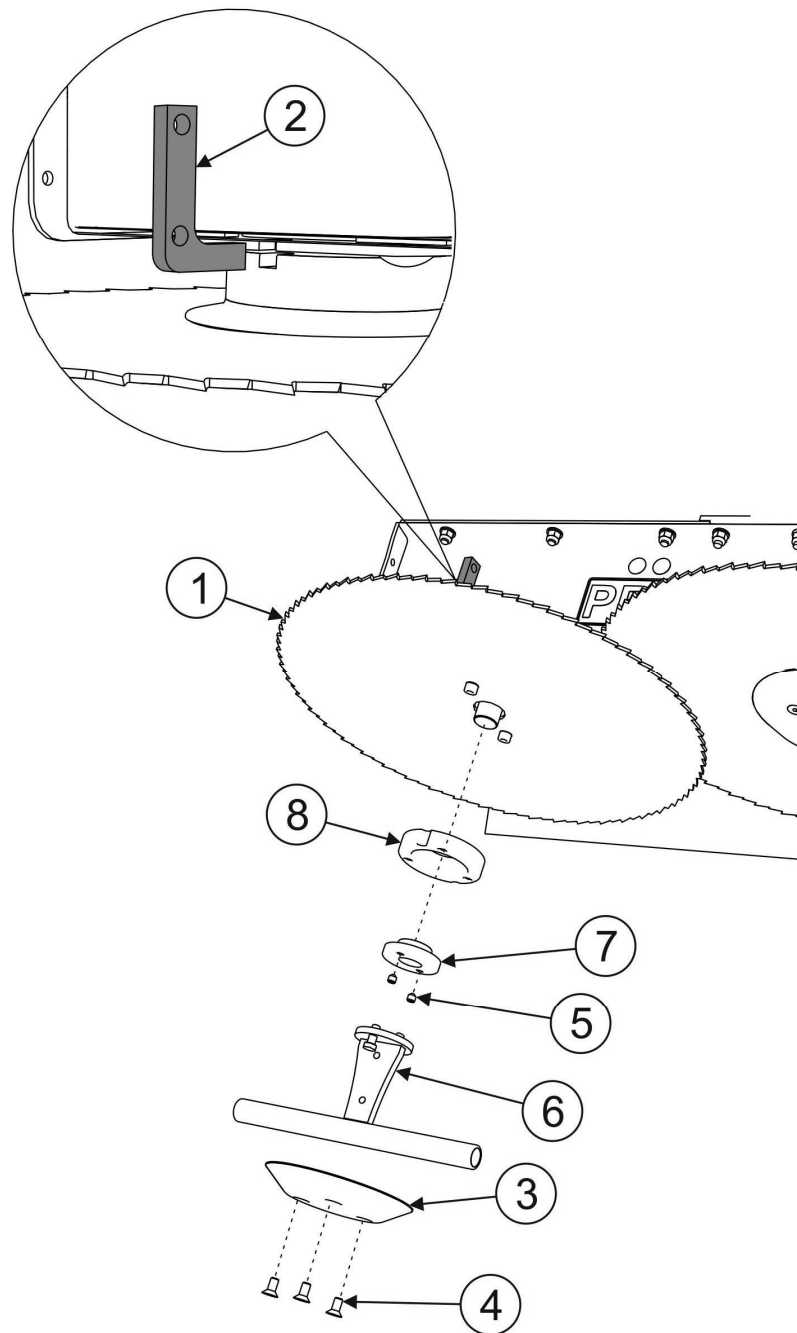

Abb. 5.2 Auswechslung der Sägeblätter
Zur Demontage der Kreissäge müssen die folgenden Schritte durchgeführt werden (ABBILDUNG 5.2):
(1) - Kreissäge; (2) - Schlüssel I; (3) - Schutzabdeckung; (4) - Befestigungsschrauben der Abdeckung; (5) - Klemmschrauben; (6) - Schlüssel II; (7) - Klemmmutter; (8) - Klemme;
Bei der Auswechslung der Säge (1) (ABBILDUNG 5.2) muss der Zustand der Klemmmutter (7) kontrolliert werden, die die Kreissäge an der Welle befestigt. Eine beschädigte Befestigungsmutter der Säge muss gegen eine neue gleichen Typs ausgewechselt werden.